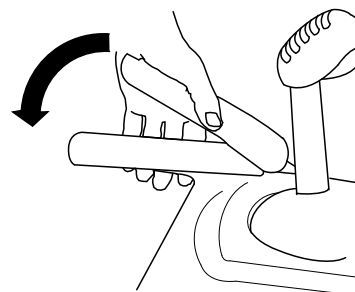

Рисунок 16
1. Для включения привода тяги прижмите левый рычаг (тяги) к рукоятке (Рисунок 16).